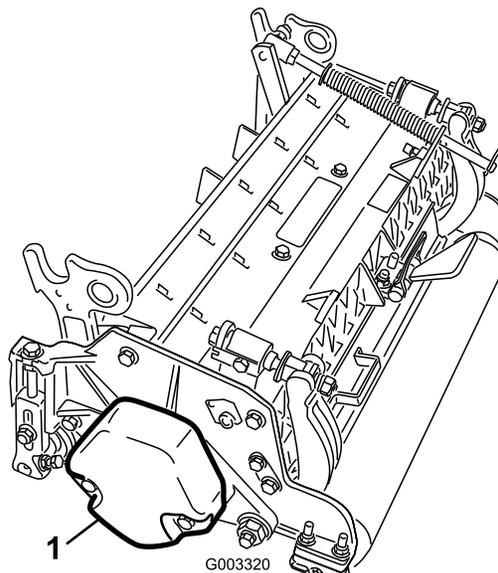

Рисунок 3
4. Убедитесь, что противовес (Рисунок 3) установлен с соответствующего конца режущего блока, как описано в *Руководстве по эксплуатации* режущего блока.